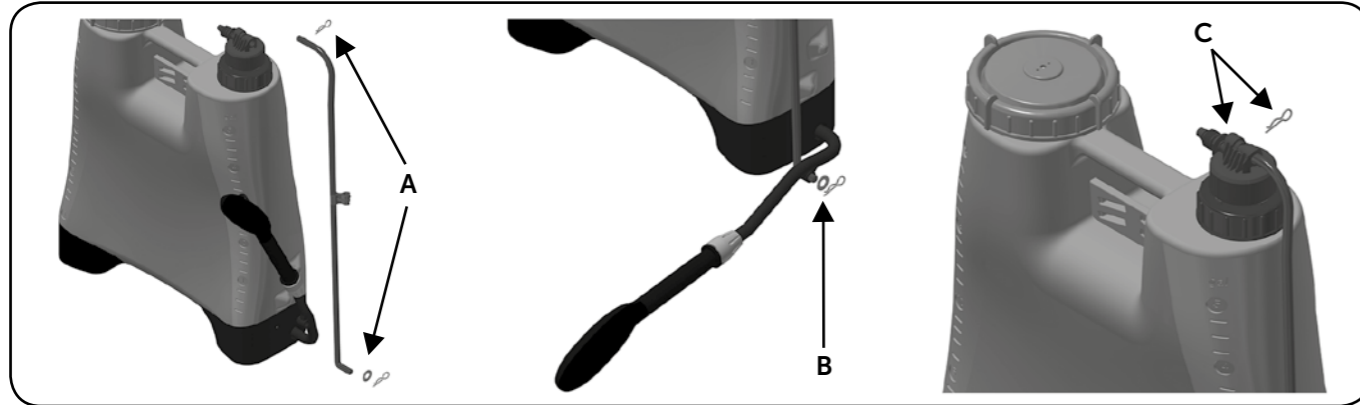

Figura 6. Secuencia de montaje de la biela de accionamiento.
Montaje de la biela de la palanca (Figura 6):
**Lubricación del buje doble (Figura 16):** Para la lubricación del buje doble (ítem 16) deberá primero sacar la grapa y retirar la parte superior de la biela de accionamiento (Figura 6.C), desenrosque